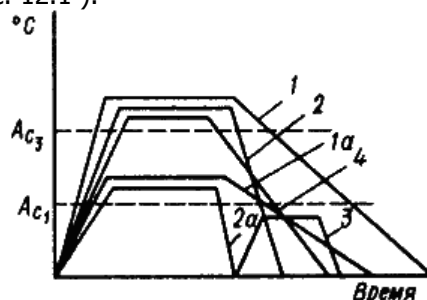

Рис.12.1. Графики различных видов термообработки: отжига (1, 1а), закалки (2, 2а), отпуска (3), нормализации (4)
Термическая обработка представляет собой совокупность операций нагрева, выдержки и охлаждения, выполняемых в определенной последовательности при определенных режимах, с целью изменения внутреннего строения сплава и получения нужных свойств (представляется в виде графика в осях температура – время, см. рис. 12.1 ).
Характеризуется нагревом до температур выше критических и очень медленным охлаждением, как правило, вместе с печью (рис. 12.1 (1, 1а)).
Характеризуется нагревом до температур выше критических и высокими скоростями охлаждения (рис. 12.1 (2, 2а)).
Характеризуется нагревом до температуры ниже критической  $A_1$  (рис. 12.1 (3)). Скорость охлаждения роли не играет. Происходят превращения, уменьшающие степень неравновесности структуры закаленной стали.